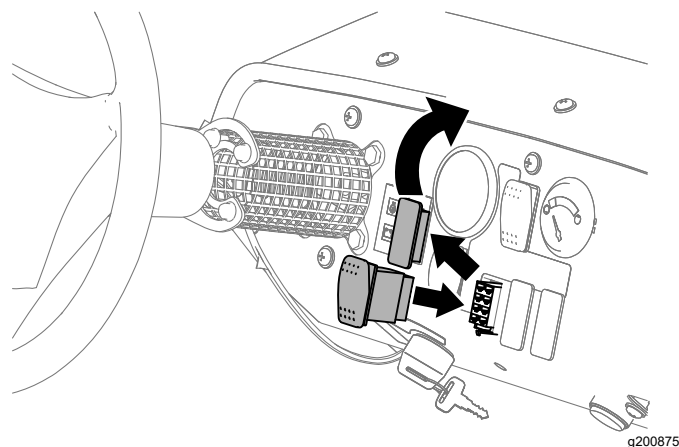

Figura 26
1. Retire a tomada no painel de instrumentos da máquina (Figura 26).
- Monte o interruptor no painel de instrumentos e pressione-o até ficar bem preso na abertura (Figura 26).